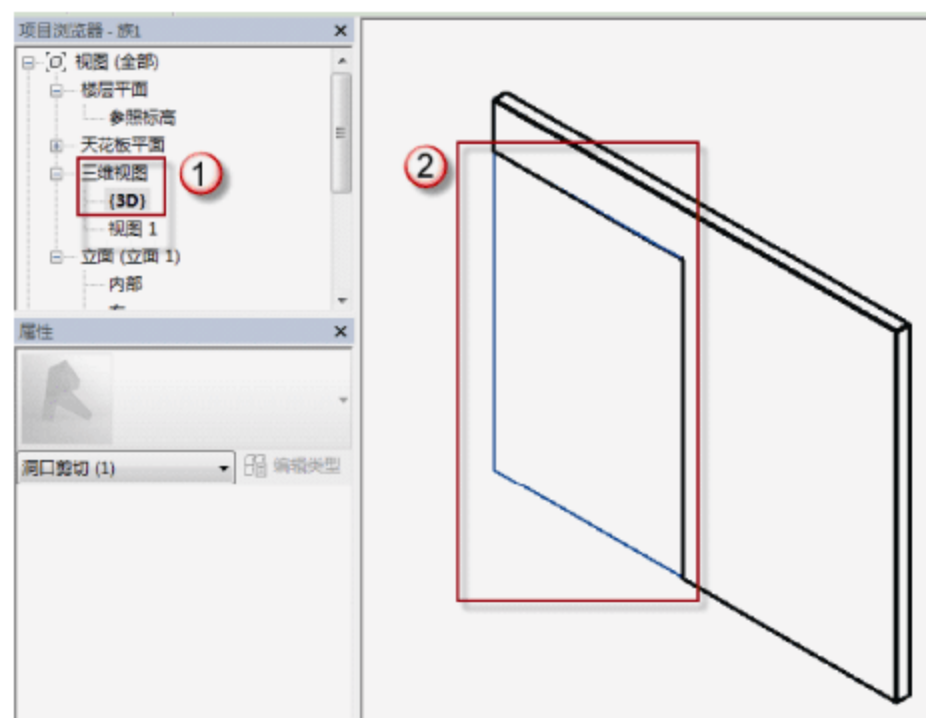

图 6.3.47 删除图形“洞口剪切”
(8) 删除已有的洞口剪切。选择“项目浏览器”中的“视图”→“三维视图”→“{3D}”选项,可以进入 MC2934 的 3D 视图。选择图形“洞口剪切”,按 Delete 键将其删除,如图 6.3.47 所示。